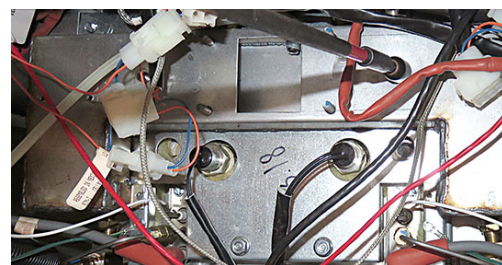

図 21
26. プレナムに取り付けられている 4 つのネジと 2 つのナットを取り外します (図 21 を参照)。